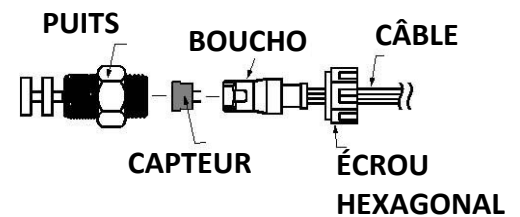

Figure 12. Vue éclatée d'un ensemble de thermostat étanche aux intempéries montrant la pièce de remplacement du capteur.
1. Déposer le puits. Pour les modèles étanches aux intempéries, dévisser le bouchon hexagonal. Pour les modèles de Classe I, Groupe D, dévisser le puits de son logement. Voir les figures 12 et 13.